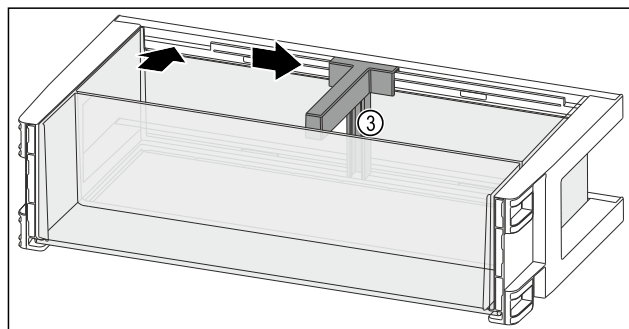

Fig. 144
- Insérer le range-bouteilles Fig. 144 (3) dans l'évidement.
- Pousser le range-bouteilles Fig. 144 (3) sur le côté en position souhaitée.